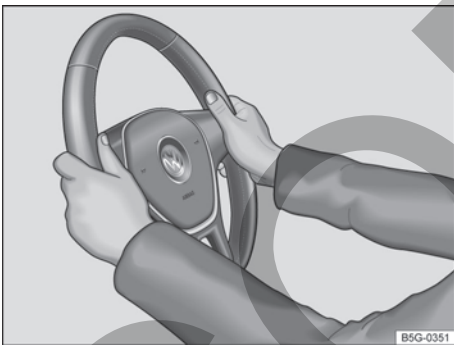

Fig. 56 En el volante: posición 9 y 3 horas.
- Ajustar la posición del volante de forma que pueda sostenerlo lateralmente por el borde exterior *posición equivalente a las 9 y a las 3 horas* → fig. 56 con ambas manos y los brazos levemente doblados.
- Presionar la palanca ① siempre firmemente hacia arriba después del ajuste para que el volante no cambie su posición mientras conduce.
- Durante la conducción, siempre sujete el volante con ambas manos, de forma lateral, por el borde exterior (*posición equivalente a las 9 y a las 3 horas*) → fig. 56 para reducir el peligro de sufrir lesiones causadas al dispararse el airbag frontal del conductor.